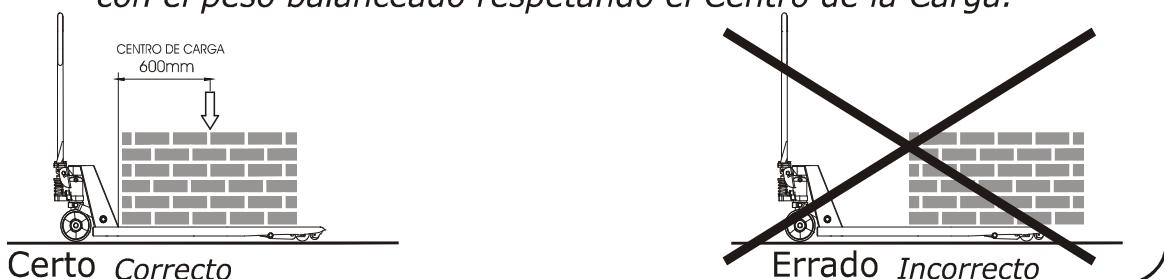
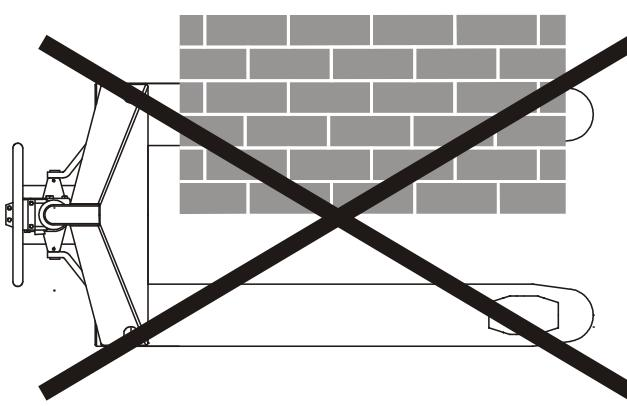

Figura 11 – Posicionamento da carga
Figura 12 – Posicionamento da Carga
Vefiricar se a carga a ser movimentada não excede a capacidade de carga do transpalete. Introduza os garfo lentamente no palete até que a extremidade traseira do garfo enoste na carga (figura 11). No acionador manual, mude a posição para baixo "LEVANTAR", e levante a carga fazendo movimento de bombeamento. A carga sempre deve estar bem distribuída entre os garfos (figura 12).
*Si la carga a ser movida no excede la capacidad de carga del transpaleta. Inserte las horquillas lentamente en el pallet hasta que el extremo trasero de la horquilla quede en la carga (figura 11). En el accionador manual, cambie la posición hacia abajo "LEVANTAR", y levante la carga haciendo movimiento de bombeo. La carga siempre debe estar bien distribuida entre las horquillas (figura 12).*